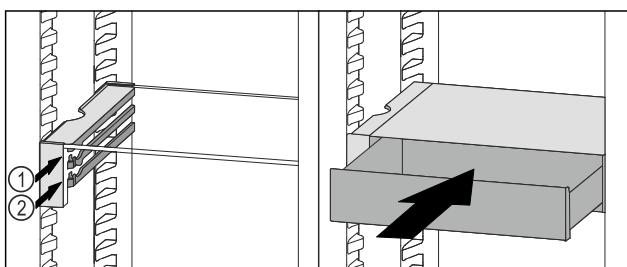

Fig. 108
- Встановити висувний ящик VarioSafe за стопорами на потрібне ребро Fig. 108 (1) або Fig. 108 (2).